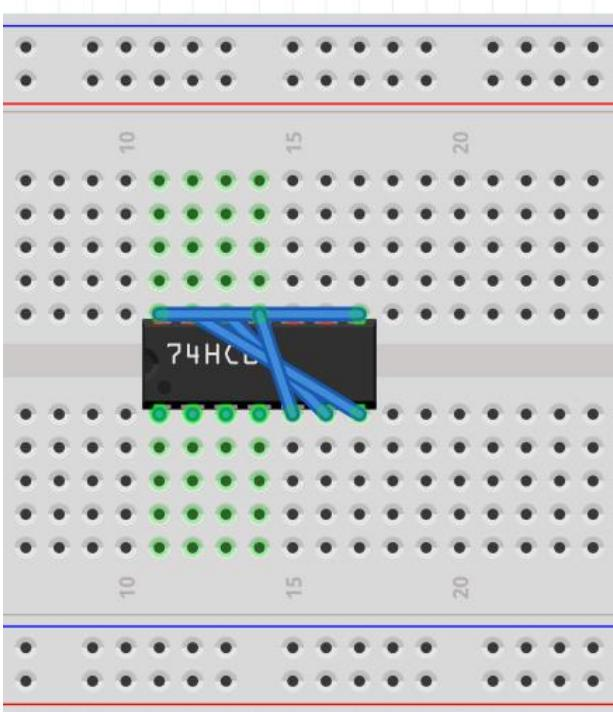

图 5 修改后的电路
- 2、修改针脚数为“14”，修改芯片标签为“74HC00”，电路如图 5 所示。